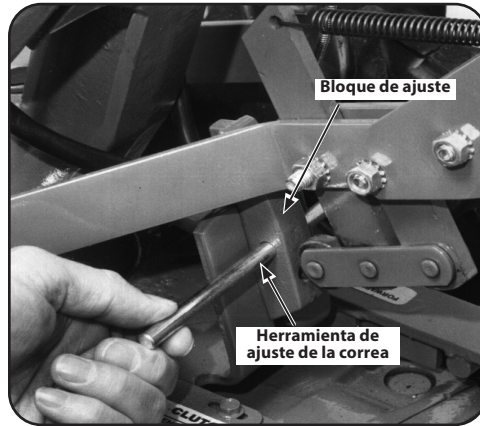

Figura 5-15
- Inserte la herramienta de ajuste de la correa a través del orificio en el costado del bloque de ajuste, espaciando los extremos de la herramienta de la misma manera en ambos costados. Consulte la Figura 5-15. Rote la herramienta de modo que el extremo ranurado quede orientado hacia abajo.